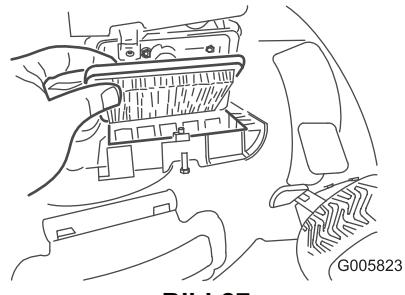

Bild 27
- Tauschen Sie den Luftfilter aus (Bild 27).